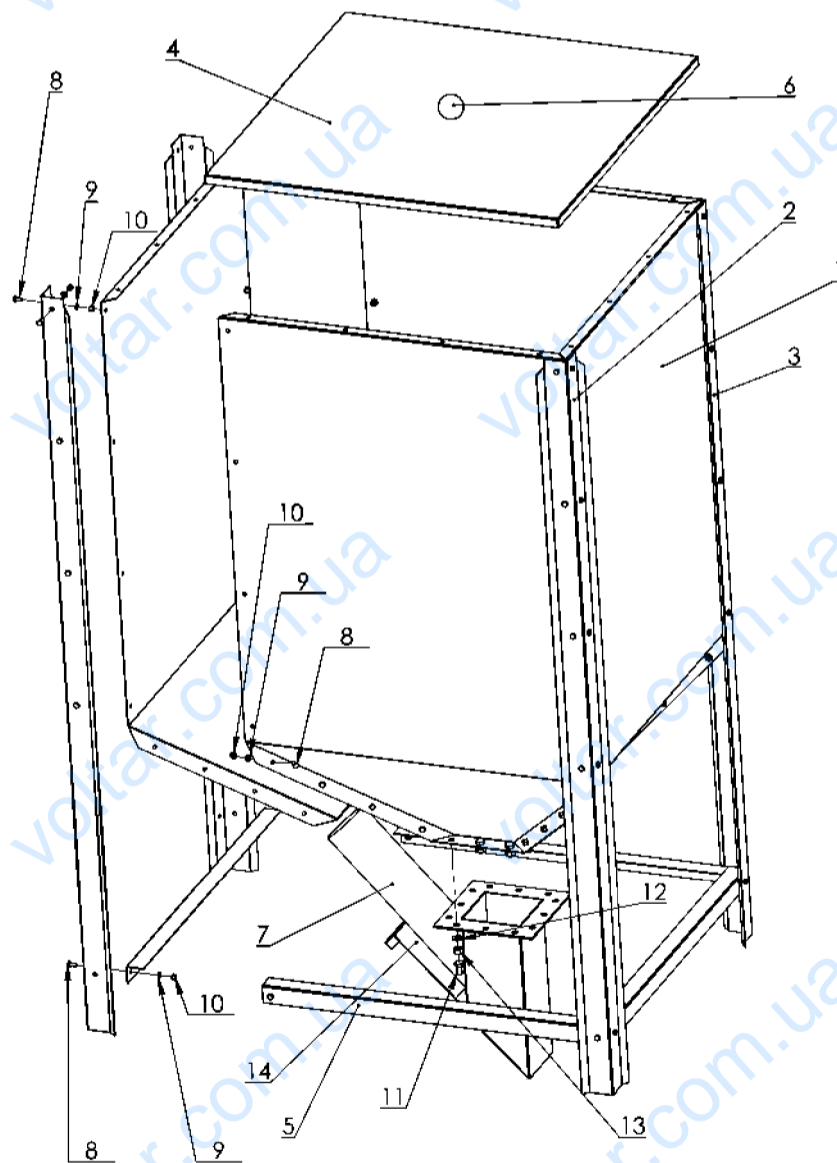

Рис. 15 Монтаж
12.3 Монтаж накопителя (рис. 15)